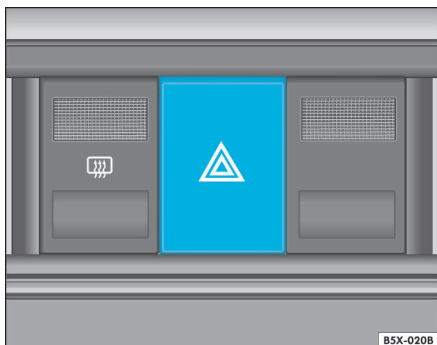

Fig. 43 Detalle en el cuadro: interruptor de la luz de advertencia
2. Presione la tecla $\Rightarrow$ fig. 43  para encender las luces de advertencia $\Rightarrow$ .